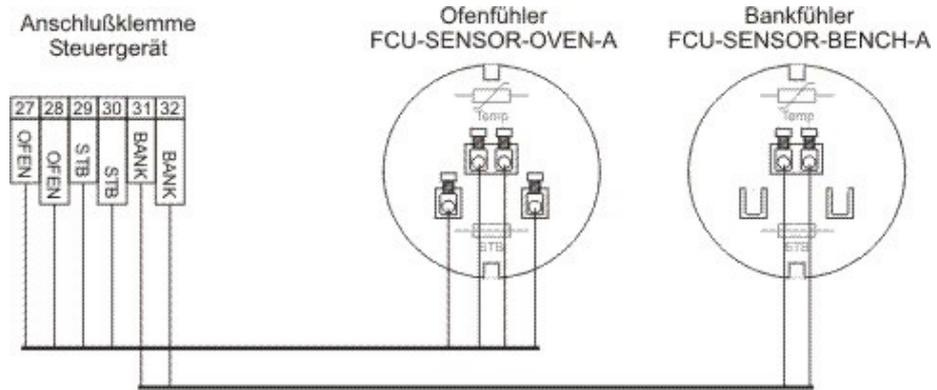
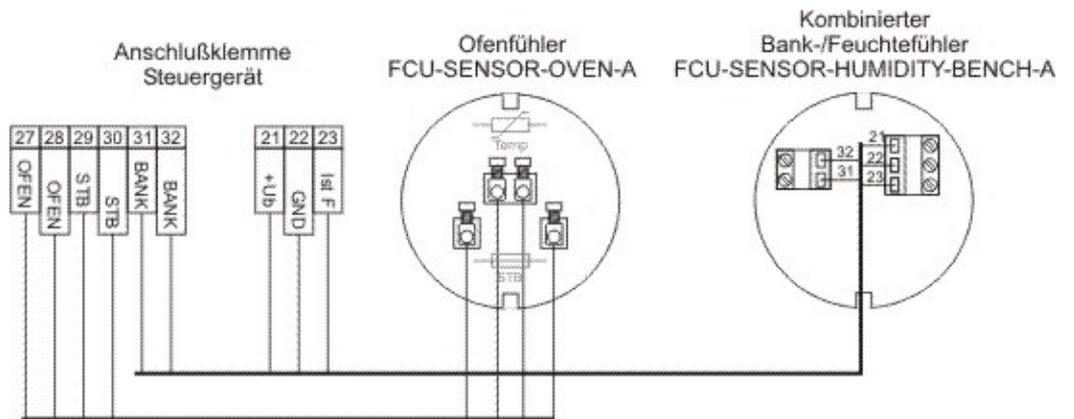

Abb. 8: Anschluss Ofenfühler Temperatur und Bankfühler Temperatur
Abb. 9: Anschluss Ofenfühler Temperatur und Bankfühler Temperatur, bzw. kombinierter Feuchte- und Bankfühler
4. Signalleitung in Abhängigkeit des verwendeten Fühlers gemäß Anschlussplan Abb. 8 oder Abb. 9 an die Platine anschließen.